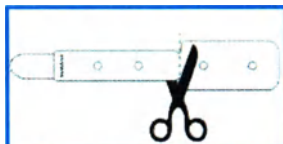

Рис. 2 – Укорочение фиксатора для пульсоксиметрического датчика
1. Рисунок 2: Фиксатор для пульсоксиметрического датчика можно укоротить для уменьшения площади крепления (например, для закрепления на пальце руки или ноги недоношенного ребенка).